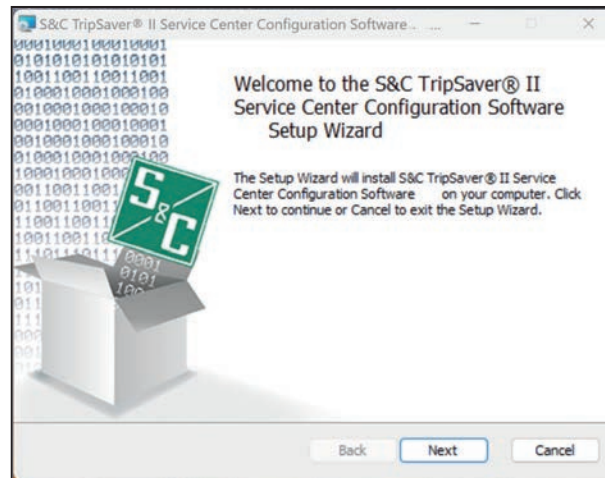

Figura 4. El asistente de configuración de la instalación de SCC.
- PASO 2.** Después de que haga clic en el botón **Install**, espere a que el proceso de inicialización termine. El instalador instalará automáticamente el marco .NET correcto en la computadora en caso de faltar el marco .NET. Cuando el marco .NET sea instalado exitosamente, aparecerá el asistente de instalación para Software de Configuración del Centro de Servicio de TripSaver II de S&C. Ver la Figura 4 en la página 11.